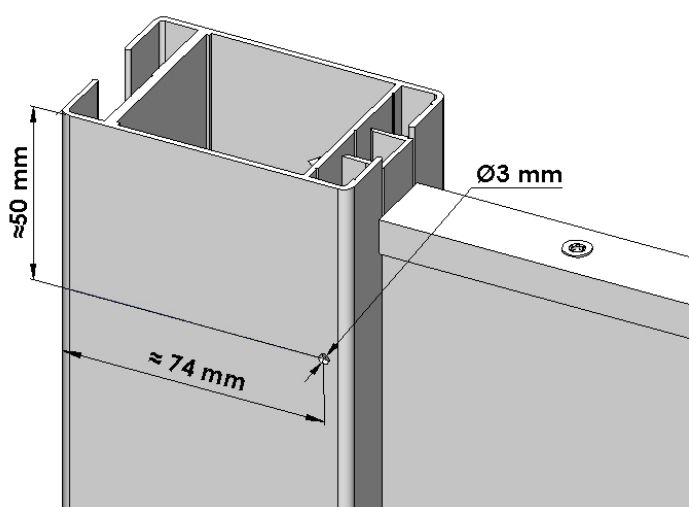

Figure 18
- Percer un trou Ø3,6 mm en haut de chaque poteau coté propriété (Les perçages ne doivent pas déboucher de l'autre côté du poteau) (figure 18).